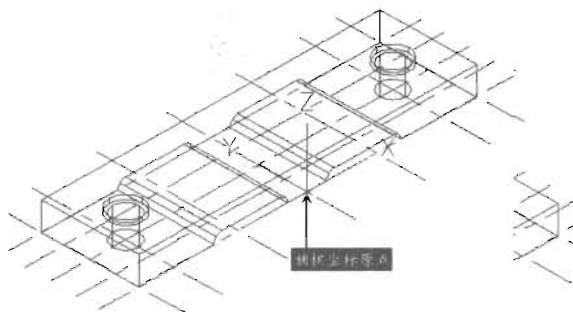

图 14-126
(9) 执行“修改>三维操作>三维镜像”菜单命令,以 YZ 平面为镜像面,把上一步绘制的两个圆柱体复制一份,如图 14-126 所示,命令执行过程如下。